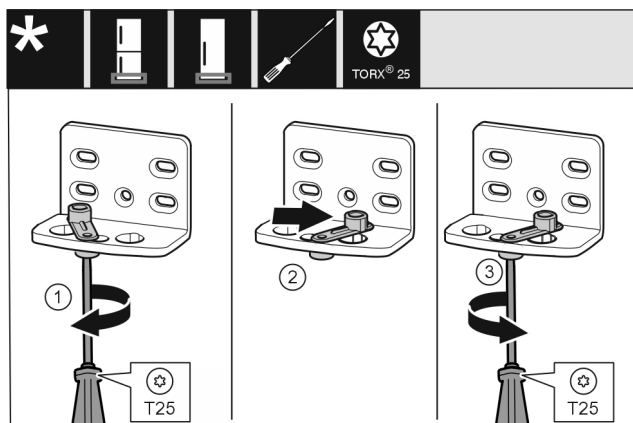

Fig. 11
- ▶ Завийте хлабаво винта с отвертка T25. Fig. 11 (1)
- ▶ Повдигнете помощното приспособление за затваряне на вратата и го завъртете в отвора с 90° надясно. Fig. 11 (2)
- ▶ Затегнете винта с отвертка T25. Fig. 11 (3)